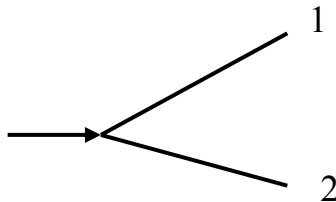

Рисунок 3.14
3.35. Разветвленный трубопровод состоит из двух труб, каждая из которых выходит в атмосферу (рисунок 3.14).